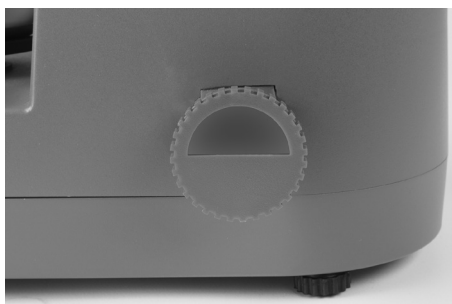

Fig. 7-Valvola di drenaggio sul lato destro dell'erogatore
Passo 1. Posizionare una bacinella sotto il beccuccio di scarico (Fig. 7) sul lato destro dell'erogatore.